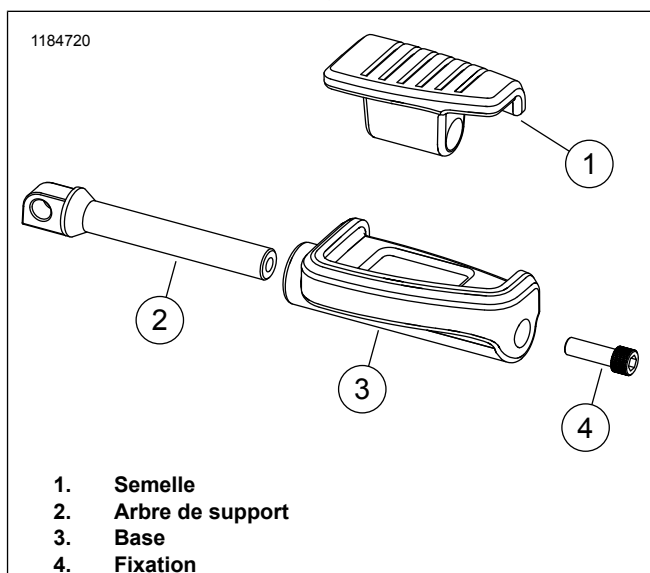

Figure 4. Kits mini-marchepied : 50501148, 50501225
- Pour le kit 50501148, voir Figure 4 et Tableau 1. Les fixations (2) 10500147 (chromées) sont disponibles en tant que pièces de rechange.
- Pour le kit 50501225, voir Figure 4 et Tableau 1. Les fixations (2) 10500125 (noires) sont disponibles en tant que pièces de rechange.